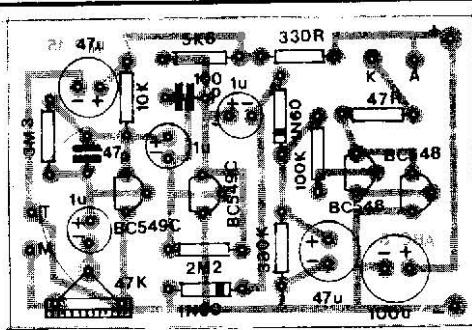

Fig. 5
- FIG. 5 - “Chapeado” da montagem, ou seja: diagrama da placa, agora vista pelo lado não cobreado, com todos os principais componentes posicionados, codificados, polaridades e outros dados claramente indicados (a plaquinha que acompanha o PACOTE/AULA contém toda essa demarcação, feita em *silk-screen*, o que facilita muito as operações de colocação e soldagem das peças...). Todas as “velhas” normas para boas soldagens, bem como os “maceates” que levam ao sucesso na técnica de Circuito Impresso, devem ser rigorosamente observados (os detalhes estão em “Aulas” anteriores do ABC. Não vamos, aqui,